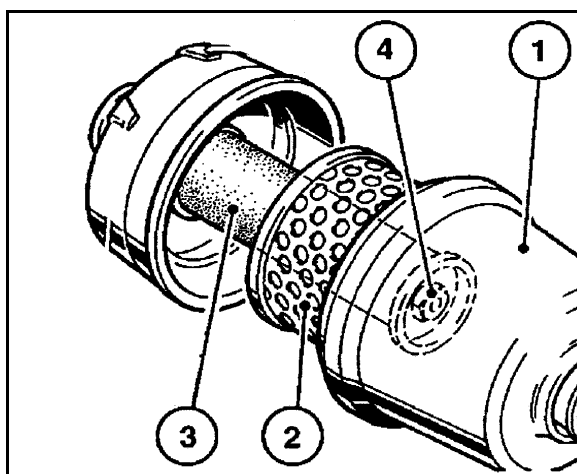

Рис. 146
1. Отверните барашковую гайку на кожухе фильтра (Рис. 146/1).
2. Снимите кожух фильтра и извлеките наружный фильтрующий элемент (Рис. 146/2).
6. Ежегодно заменяйте внутренний фильтрующий элемент (Рис. 146/3) (ни в коем случае не очищайте его).
- Отверните шестигранную гайку (Рис. 146/4) и извлеките внутренний фильтрующий элемент.